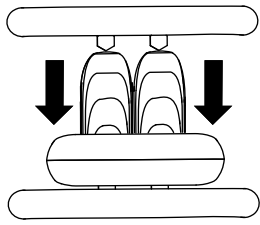

Bild 8
- Bewegen Sie den Fahrtriebshebel nach hinten, um rückwärts zu fahren (Bild 8).